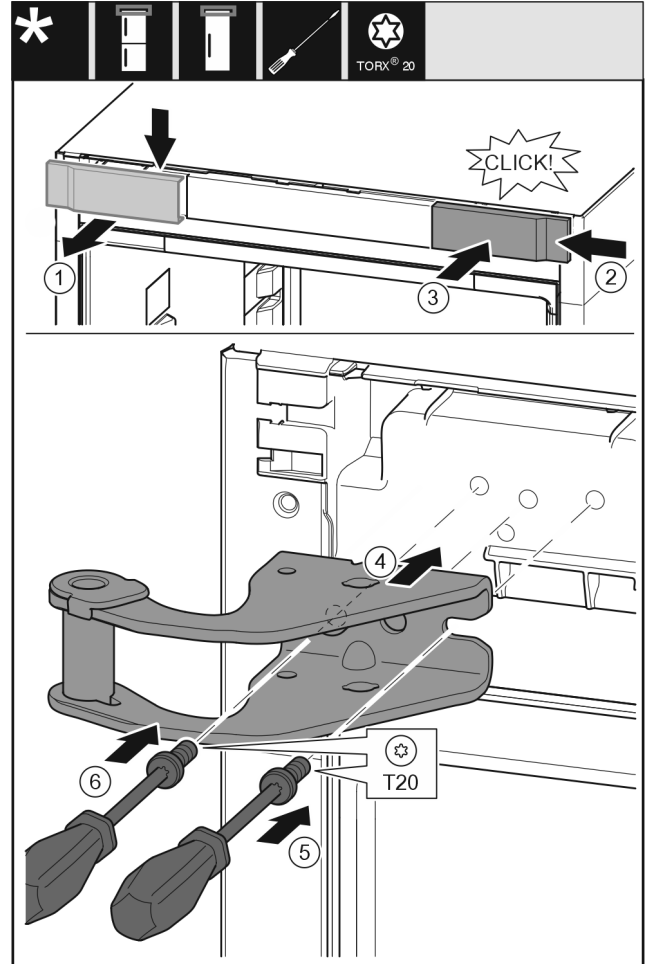

Fig. 11
- ▶ Irrota suojus ylöspäin eteen. Fig. 11 (1)
- ▶ Ripusta suojus paikoilleen 180° käännettynä toiselle puolelle oikealta. Fig. 11 (2)
- ▶ Anna suojuksen lukittua paikoilleen. Fig. 11 (3)
- ▶ Aseta ylempi laakeripukki paikoilleen. Fig. 11 (4)
- ▶ Aseta ruuvi paikoilleen T20-ruuvimeisselillä ja kiristä se. Fig. 11 (5)
- ▶ Aseta ruuvi paikoilleen T20-ruuvimeisselillä ja kiristä se. Fig. 11 (6)